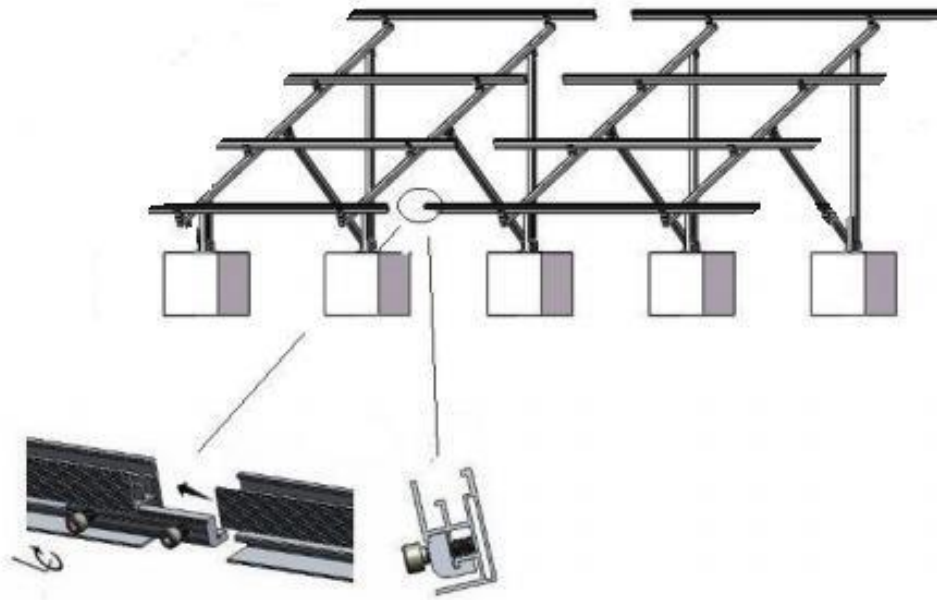

Figura 17
C). Para conectar varios rieles juntos, deslice los empalmes en la parte trasera de los rieles pre ensamblados a mitad de camino hacia un lado. Fije firmemente el primer perno Allen del **EPL-LFG203** con la llave Allen. Ahora deslice el siguiente segmento de riel en el empalme como se muestra en la **Figura 17**.